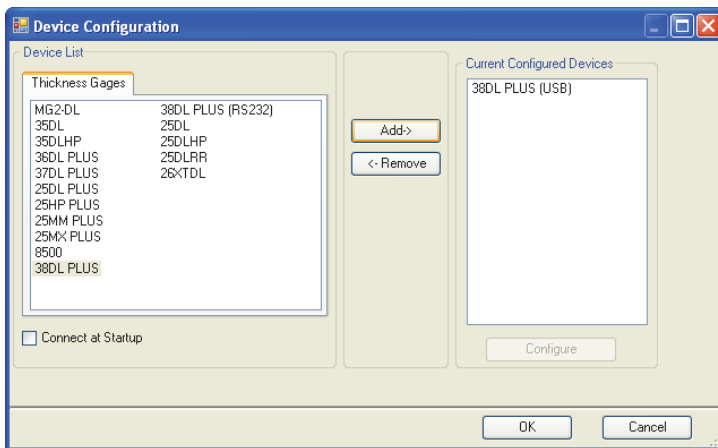

图 14-10 设备配置对话框
- b) 在 **Device Configuration**（设备配置）对话框中（参见第 260 页的图 14-10）：
- (1) 在 **Device List**（设备列表）中，选择 39DL PLUS，然后点击 **Add**（添加）。